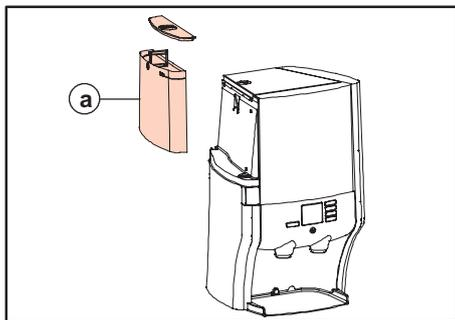

Fig. 21 Réservoir d'eau
4. Retirez et videz le réservoir d'eau (fig. 21 a).